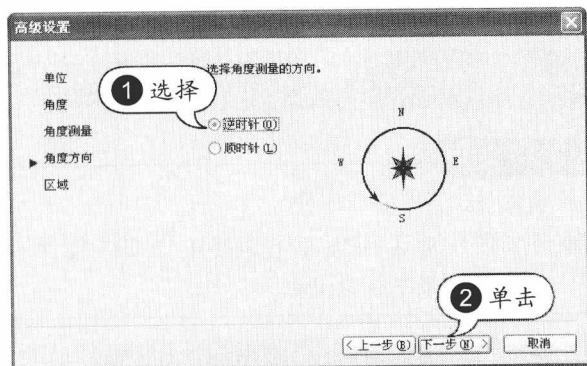

图 1-5 设置角度方向
STEP 05 设置角度方向。选中“逆时针”单选按钮，然后单击“下一步”按钮，如图 1-5 所示。